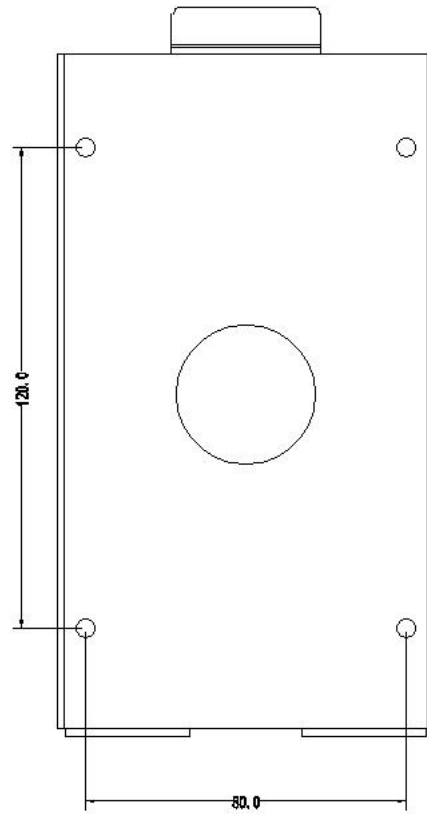

图 1-1
1.在距离地面约 1.5 米左右位置，按如图 1-1 所示尺寸用记号比做好孔标记；